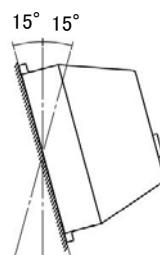

图 1
- (1) 请安装于干燥, 洁净, 牢固的场所。
- (2) 请垂直安装。允许倾斜角度在 15° 以内。(图 1)